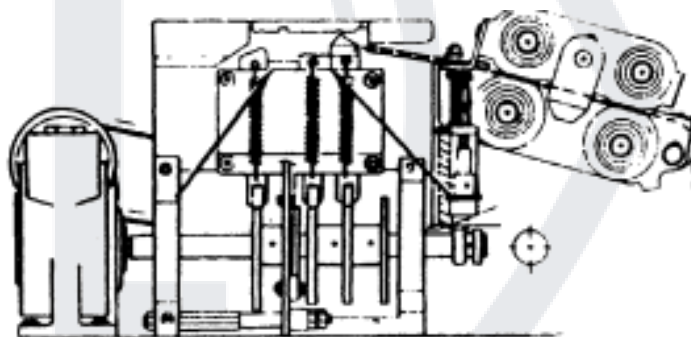

Рис. 27
**Смазка.** Убедитесь, что машина чистая, прежде чем наносить смазочные материалы в точки, показанные на Рис. 27.
**Верхние скользящие и направляющие пластины, сварочный прижим, удерживающий зажим и зажим:** Нанесите небольшое количество машинного масла на эти детали в точках, указанных на Рис. 27.